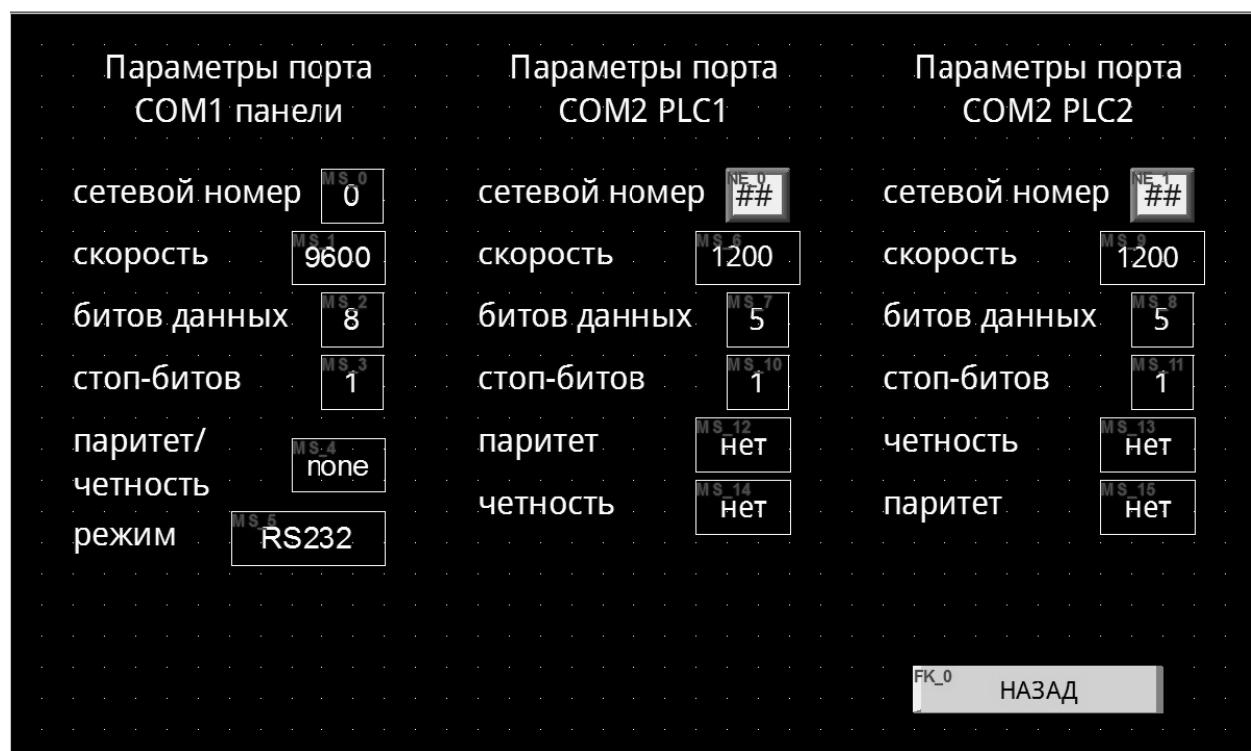

Рисунок 8. Сетевые настройки.
3.12 При нажатии на кнопку «Сетевые настройки» появляется следующее меню, являющееся общим для удобства для ИПМ1 и ИПМ2 см. рис. 8.